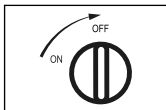

Fig. 5
1. Gire el interruptor a "OFF" para interrumpir el suministro de gas [Fig. 5]. Espere a que la llama se apague completamente antes de continuar con el siguiente paso.